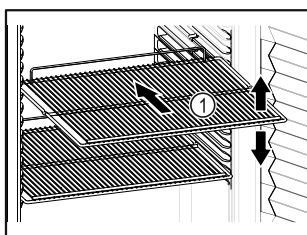

Fig. 59 Näitlik kujutis
- ☐ Kui hoiurestid Fig. 59 (1) on teisaldatavad, siis kohandage olenevalt kõrgusest.